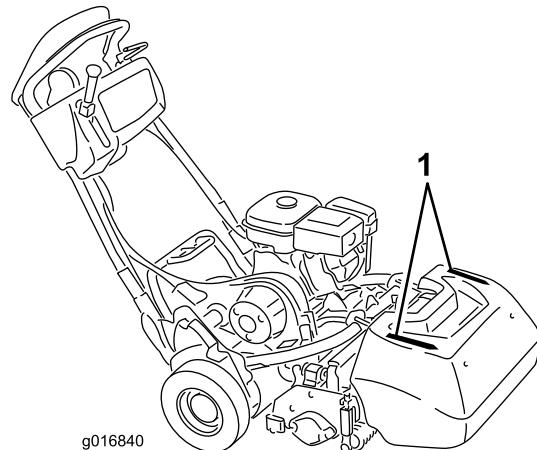

Bild 25
- Verwenden Sie die Ausrichtungsstreifen am Grasfangkorb (Bild 25), damit Sie in einer möglichst geraden Linie über die Grünfläche fahren und einen gleichmäßigen Abstand zum zuvor gemähten Rasenstück einhalten.